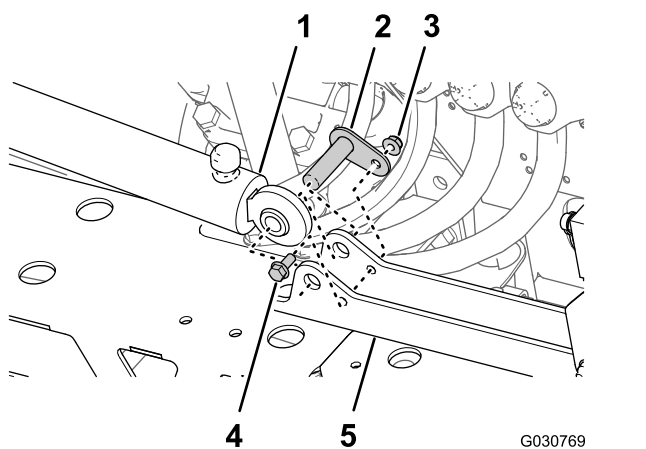

Рисунок 94
- Совместите неподвижный конец подъемного цилиндра, снятого при выполнении пункта 4 раздела Демонтаж подъемного цилиндра (страница 32), с отверстием диаметром 16 мм (5/8 дюйма) в креплении цилиндра (Рисунок 94).
- Установите цилиндр на крепление цилиндра при помощи оси поворота, болта с фланцевой головкой и фланцевой гайки (Рисунок 94).